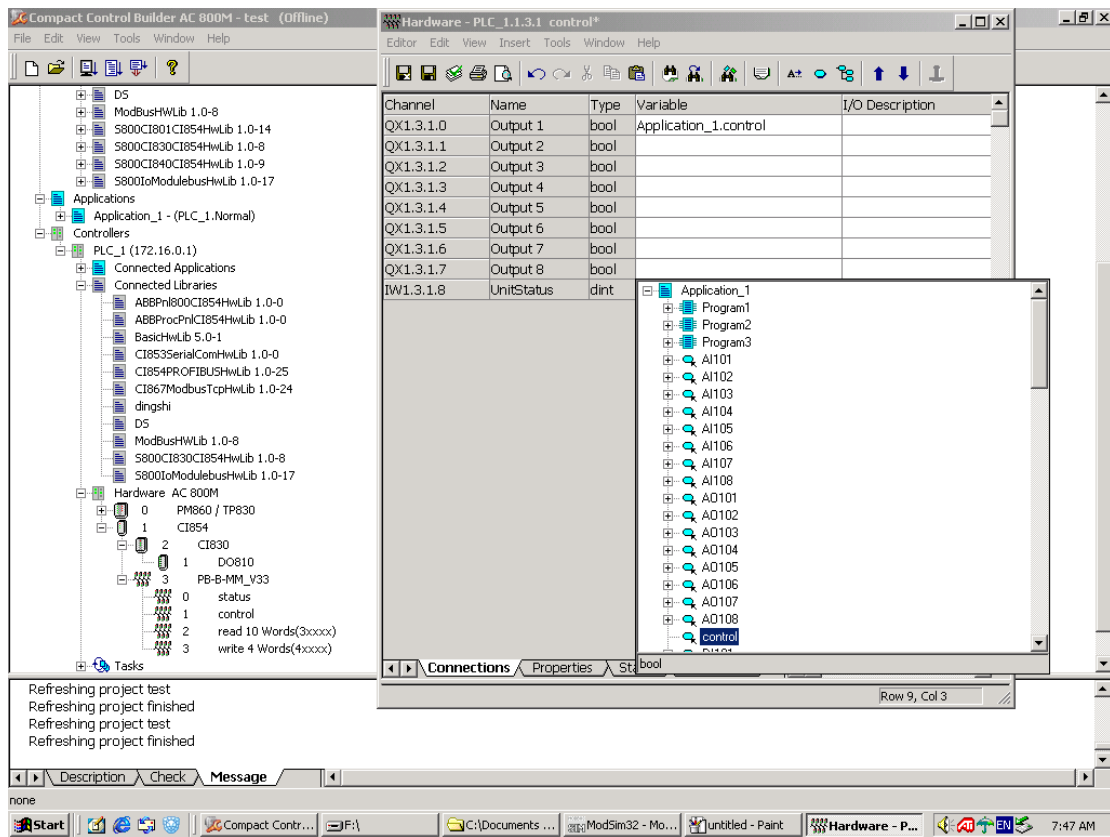

图 3-2
2、在目录 controller, hardware AC800M, CI854, B-B-MMV33 下面点击 control 右击 editor 与刚才所建变量 control 链接。同理 Read 10words(3xxx)与 read_3xxx 链接, Write10words(4xxxx)与 write_4xxx 链接。如图 3-2 所示